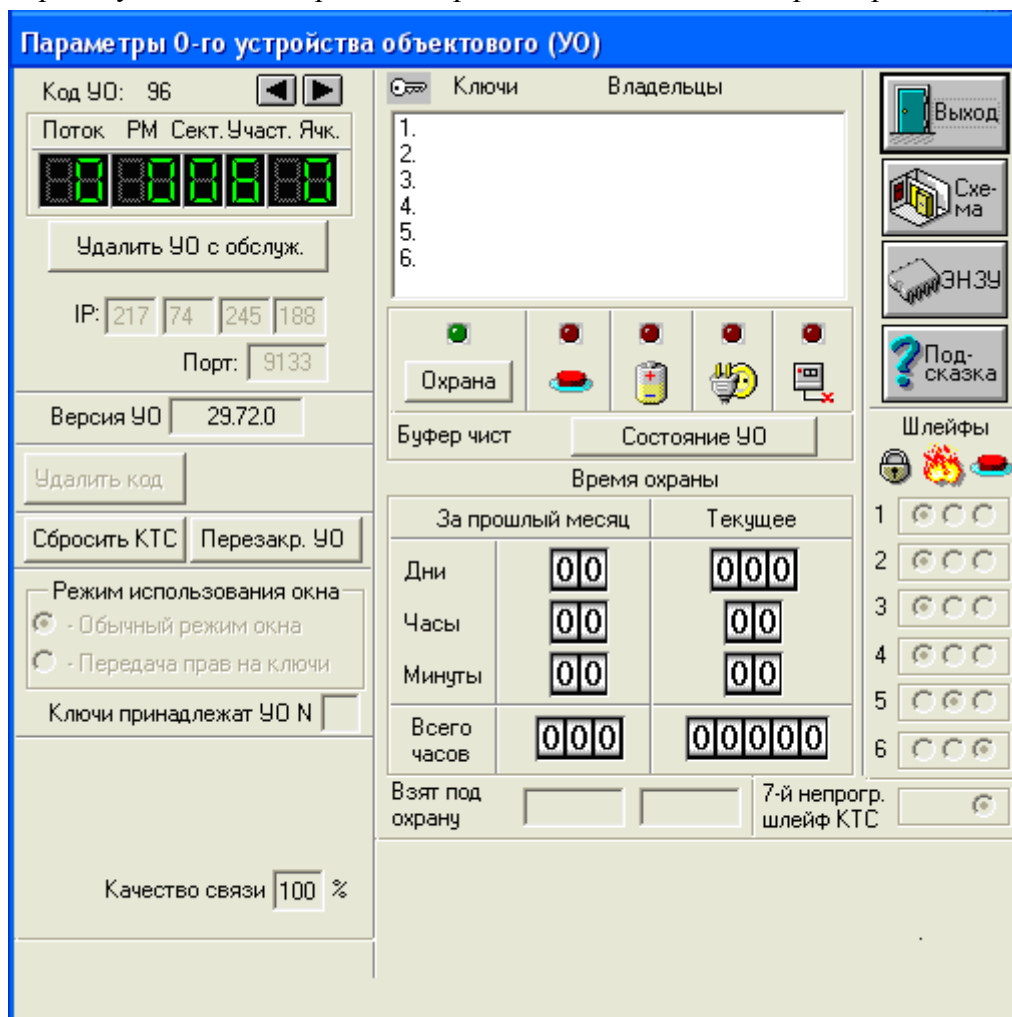

Рисунок 3. Окно «Параметры УОО».
6.23. В программе сервера ПЦН необходимо открыть заранее созданную карточку объекта. Откройте в карточке объекта окно «Параметры УОО» (рисунок 3).